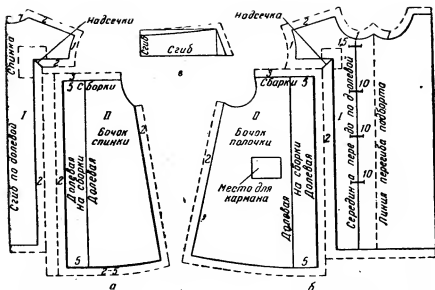

Рис. 176. Подготовка выкройки платья-халата с цельнокроеной прямой кокеткой к раскрою:
Спинка. При раскладке выкройки на ткани спинку (I) укладывают так (рис. 176, а), чтобы ее середина была по долевой нити на сгибе ткани. Вторую часть выкройки (II) укладывают на ткань так, чтобы разрезная линия была по долевой нити и отступала от края ткани на 4 или 5 см (на сборки).
Полочка. При раскладке выкройки на ткани (рис. 176, б) перед (I) укладывают так, чтобы его середина была по долевой нити. Вторую часть выкройки (II) укладывают на ткань так, чтобы ее разрезная линия была по долевой нити и отступала от края ткани на 4 или 5 см (на сборки).
Воротник. Воротник кроют по основной выкройке (см. рис. 141) и укладывают так, чтобы его середина была по долевой нити на сгибе ткани. Край воротника также укладывают на сгиб ткани (рис. 176, в).